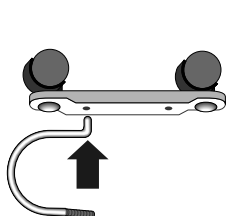

fig. 1
- Pulse la tecla "**hour**" hasta ver la hora exacta en la pantalla, a continuación suelte la tecla (fig. 1).
- Pulse la tecla "**min**" para programar los minutos exactos que aparecen en la pantalla, a continuación suelte la tecla (fig. 1).